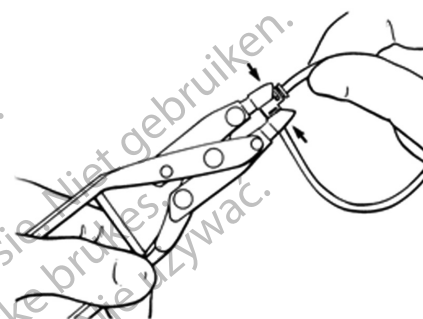

Figura 4-35. Utilizar um conector em ângulo reto
- Use a ferramenta duas vezes, uma vez em cada extremidade. (Figura 4-35)